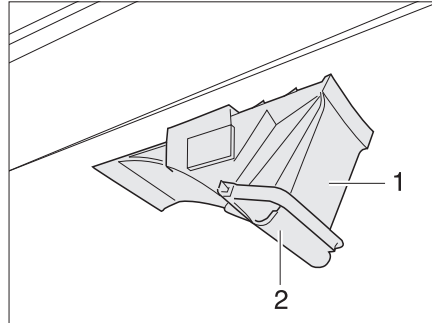

Fig. 15 Cuña de calzo
- Girar hacia abajo el estribo de sujeción (Fig. 15,1).
- Extraer la cuña de calzo (Fig. 15,2) de su soporte.